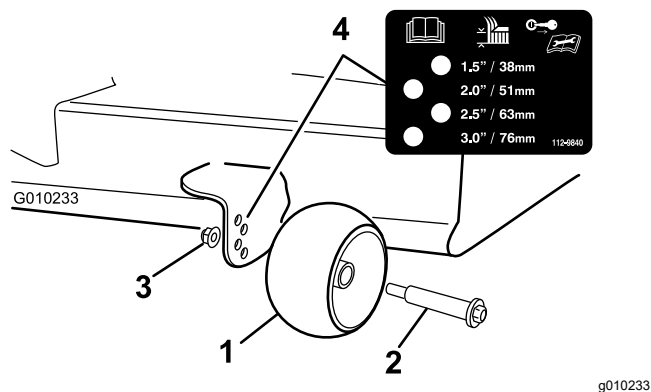

Figura 29
3. Reglai rolele anti-scalp (Figura 29) pentru a se conforma celei mai apropiate poziții a înălțimii de tăiere.